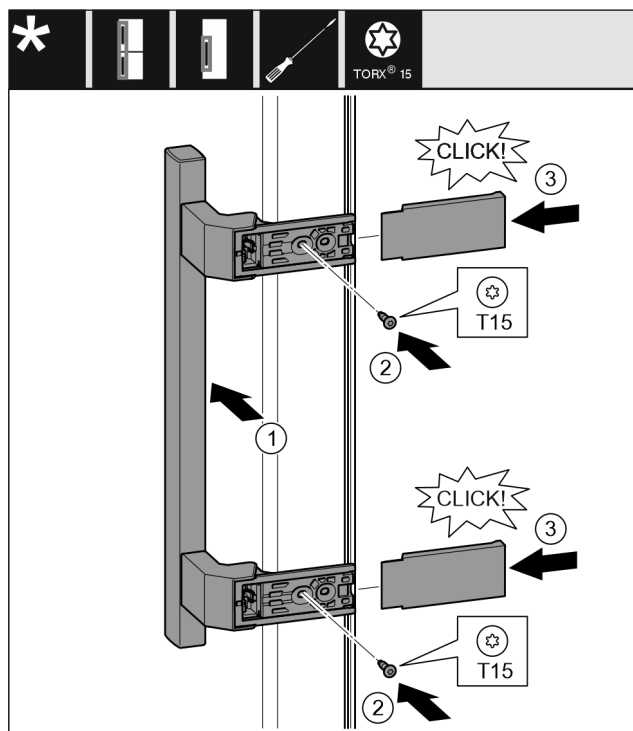

Fig. 17
- Breng het handvat aan de andere kant aan. Fig. 17 (1)
- Schroeven met schroevendraaier T15 vastschroeven. Fig. 17 (2)
- Plaats de afdekkingen op de zijkanten en schuif ze erop. Fig. 17 (3)